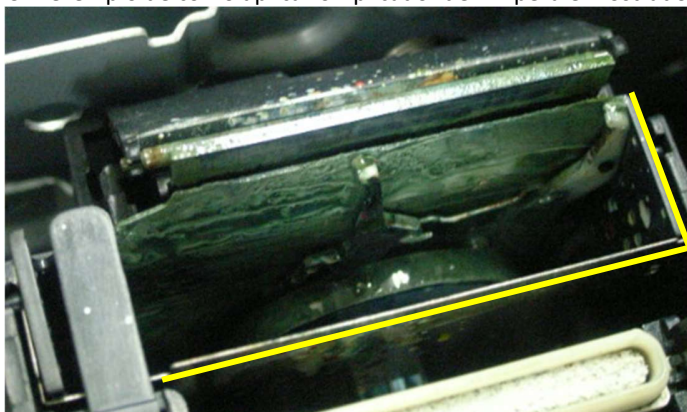

Fig. 6
Passo 7	<Limpar a Placa de Limpeza e o Limpador da Placa de Limpeza> 1. Limpar a parte de cima da moldura do Limpador da Placa de Limpeza Limpe a superfície superior da estrutura indicada pela linha amarela na FIG. 6.